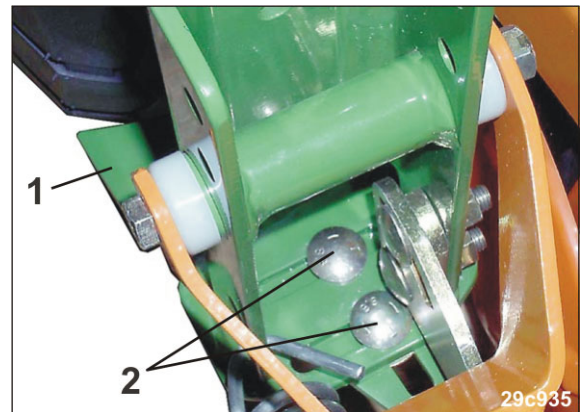

Рис. 232
1. Відкрутіть гвинти (Рис. 232/2).
2. Налаштуйте скребок колеса (Рис. 232/1).